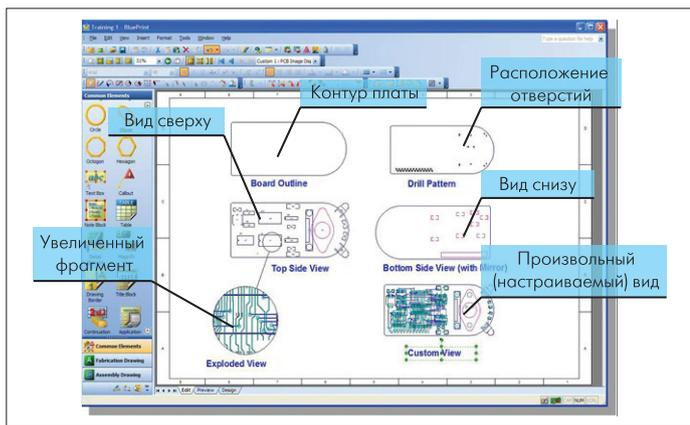

Рис.9. Одна и та же плата может быть отображена в различных видах
- неограниченное число изображений одной ПП. Каждое изображение независимо и может иметь собственные уникальные настройки режима визуализации внутренних и монтажных слоев, отверстий и других элементов печатной платы (рис.9);